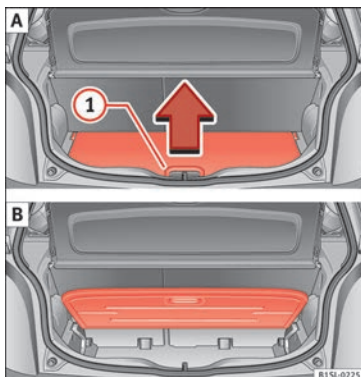

Bild 138 A: Öppna det löstagbara bagagegolvet. B: upphöjt löstagbart golv i bagageutrymme.
- För att *fälla upp* golvet fäller du upp handtaget » **bild 138** ① i pilens riktning och drar uppåt hela vägen från golvet » **bild 138 B**.